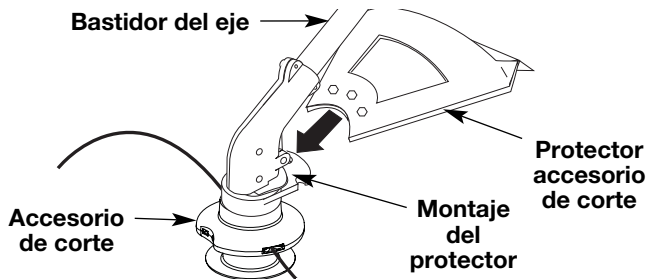

Fig. 2
1. Deslice el protector accesorio de corte en el montaje del protector sobre el accesorio de corte. Alinee los orificios de los tornillos del protector con los orificios del accesorio de corte (Fig. 2).